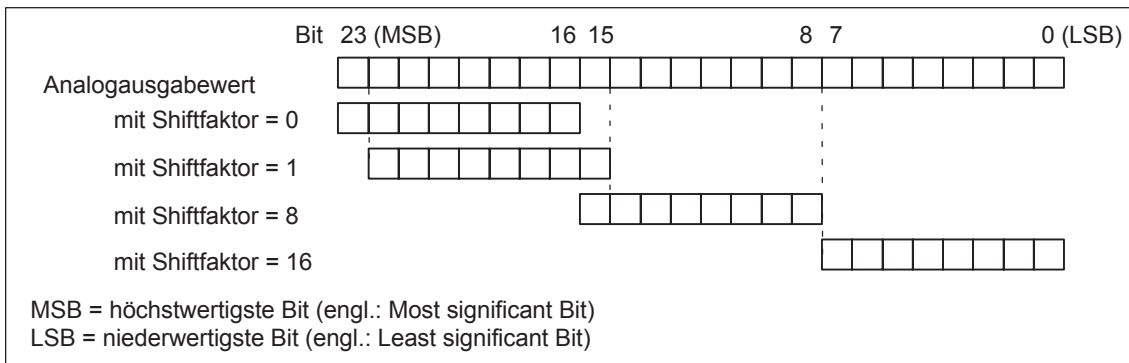

Bild 7-8 Shifffaktor bei Analogausgabe von 24 Bit-Signalen
- Shiftfaktor (siehe Bild 7-8 und 7-9)